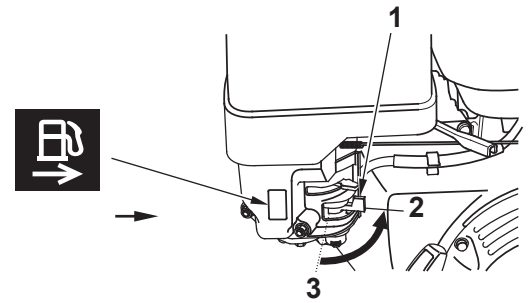
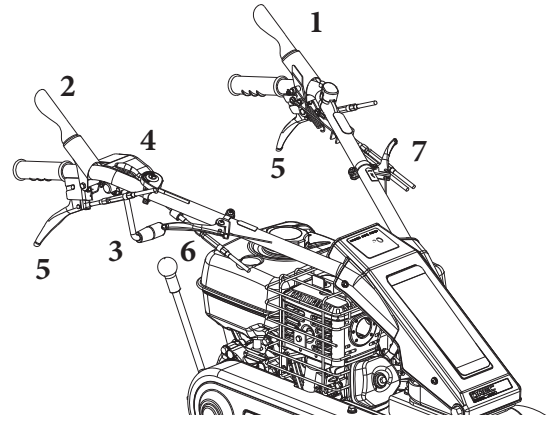

Bild 4
Bild 7
Bei Nichtgebrauch der Maschine wird der Kraftstoffhahn (Abb. 1, Bild 4) verschlossen, schieben Sie ihn hierzu auf Position 3. Zum Öffnen des Kraftstoffhahns schieben Sie ihn in Richtung Position 2.
- Stellen Sie den Gashebel (Abb. 4 Bild 7) in die „Max.“- Position.
- Drücken Sie den Kupplungshebel Messer (Abb. 2 Bild 7) langsam an den Holm und ziehen Sie den Messereinschalthebel (Abb. 3 Bild 7) langsam nach oben.